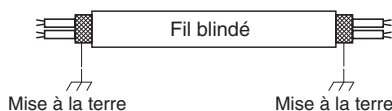

Fig. 4-6
- (5) Utilisez des fils blindés pour le câble de commande entre unités (c), et mettez à la terre le blindage des deux côtés, sinon le bruit peut affecter le fonctionnement. (Fig. 4-6)